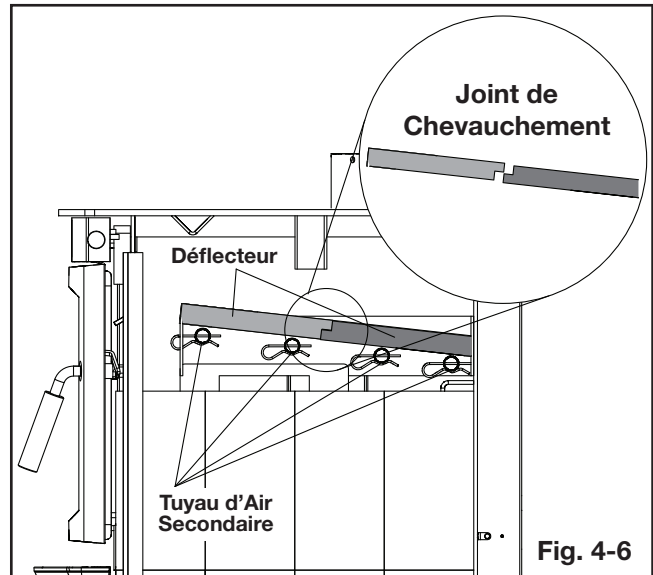

Fig. 4-6
- Soigneusement pivotez les déflecteurs en fibre (D) sur les tuyaux d'air secondaire comme illustré (Fig. 4-6). Assurez-vous que les déflecteurs supérieures sont poussés à l'arrière de la chambre de combustion, en laissant un écart le long du mur un minimum de 1 po en taille. Cela permettra les gaz du conduit d'échapper la chambre de combustion. Assurez-vous que le joint de chevauchement est serré.
- Installez les deux briques (E) le long de l'avant.